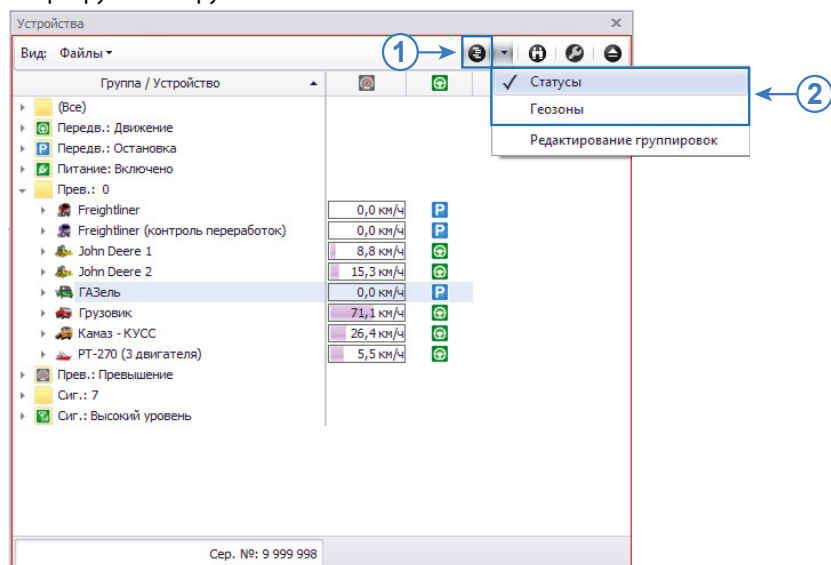

Рис.49. Группировка списка ТС.
- В диспетчерской программе перейти в Селектор устройств и включить в модуле настройку «Группировка» (**Рис.49, п.1**). В контекстном меню кнопки выбрать способ группировки (**Рис.49, п.2**). Будет выполнена группировка списка устройств. Каждый раз при изменении конфигурации программы (в самой программе) или приеме онлайн данных список ТС сортируется по группам заново.
- На **Рис.49** приведен пример одноуровневой группировки по состоянию движения/остановки ТС, факту превышения скорости и уровням навигационного сигнала согласно последним полученным данным.